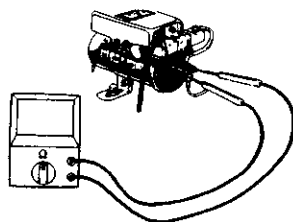

图 4-24 测量次级线圈电阻
- ②测量次级线圈电阻,如图4-24所示。电阻值约 $8\ \text{k}\Omega$ 。